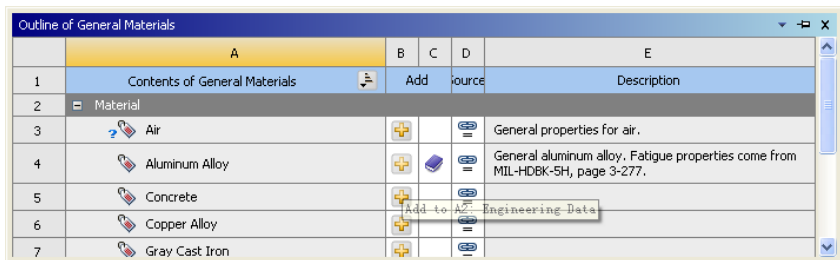

图 8-15 Outline of General Materials 窗口
3) 单击 Engineering Data Sources 窗口 (图 8-14) 中的 “General Materials”, 此时 Outline 窗口显示为 Outline of General Materials (图 8-15)。